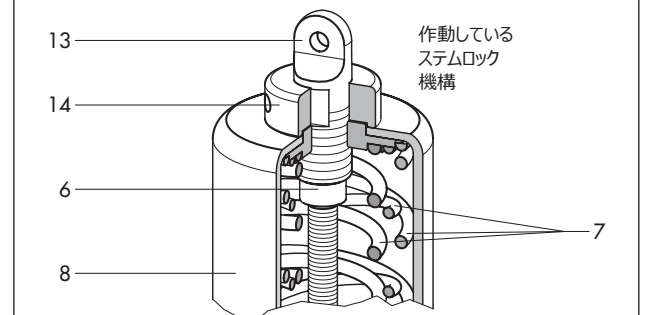

図 . 3.3 : 手動式ステムロック機構 : タイプ 2371-11
**タイプ 2371-11 のみ (図 . 3.3 を参照) :** ステムを所定の位置にロックするには、メクラプラグ (6.1) の代わりにアクチュエータケース上部の開口部にピン (13) をねじ込みます。ピンの端が設定圧力ねじ (6) の頭に当たります。ピンを弁にねじ入れると、ピンが弁体を、設定圧力ねじ (6) と上側の弁体部分 (5) を越えてオープンポジションに押し込みます。機械式ストッパー (15) により、ピンはそれ以上奥に入らず、ダイヤフラムを過度の伸長や破断から保護します。